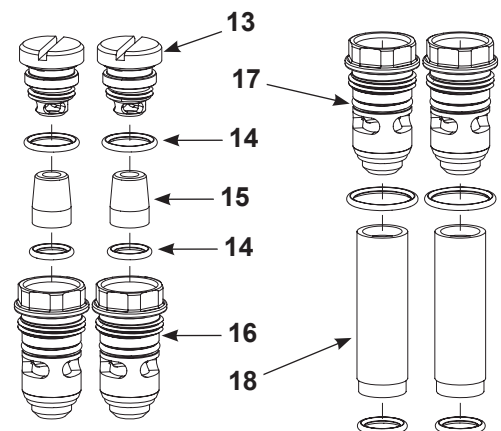

Figure 24 Montage des raccords sur les tubes de fluidisation
4. Voir la Figure 24. Assembler les clapets anti-retour (13), les joints toriques (12), les bouchons d'accès (14) et les capuchons de raccord (10) ensemble avant de remettre les tubes de fluidisation (16) en place. Une fois cette opération terminée, monter les bouchons d'accès (17) complet et des joints toriques supplémentaires sur les tubes de fluidisation (18).